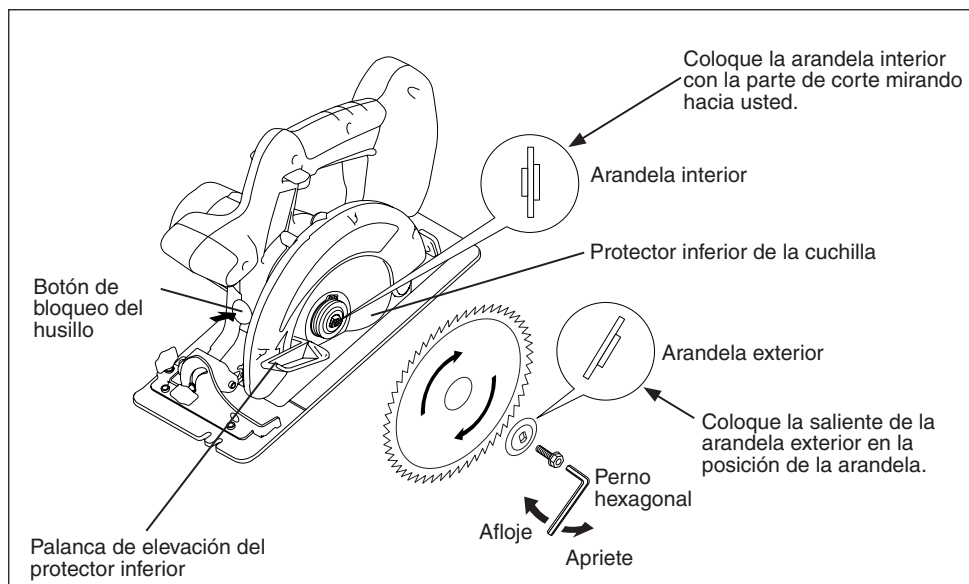

Fig. 14
Siga estos pasos: (Consulte la Fig. 14)
4. Instale la cuchilla como se indica (Consulte la Fig. 14). Cerciórese de que la dirección de la flecha de la cuchilla y la de la flecha de la cubierta superior de la cuchilla sean iguales.